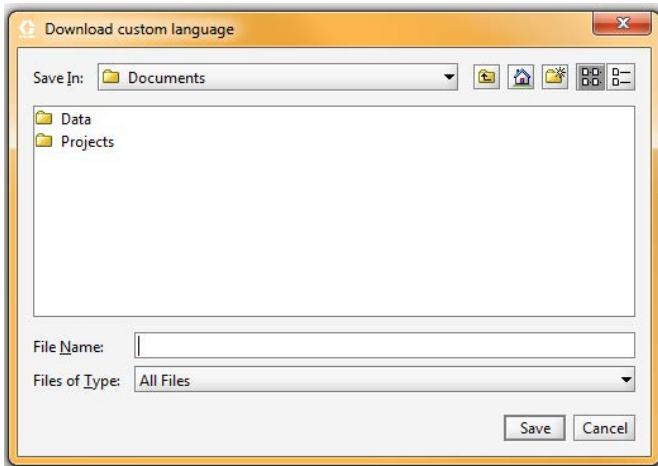

FIG. 20. Ladda ner standardspråk
**Ladda ner standardspråk** - sparar aktuellt systemspråk på datorn. Se FIG. 20. Den här filen öppnas och ett standardspråk läggs till i kolumn B i Excel-filen.